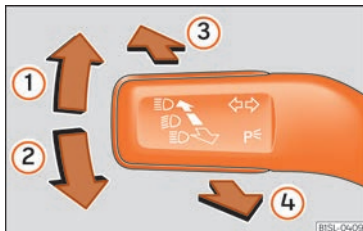

Fig. 116 Palanca de intermitentes y de luz de carretera.
- Desde la posición base, pulse hacia delante la palanca de los intermitentes y luz de carretera » » » **fig. 116** . Cuando se muestre el testigo  en la pantalla del cuadro de instrumentos, el asistente de la luz de carretera estará conectado.
- **O BIEN:** con la luz de carretera conectada, tire hacia atrás de la palanca de los intermitentes y luz de carretera » » » **fig. 116** .